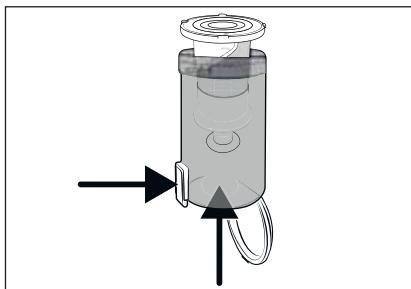

Fig. 20
- 3) Rimuovere il filtro in acciaio inox 6 dal contenitore di raccolta della polvere 7 premendo il tasto di sblocco per il coperchio del contenitore di raccolta della polvere 8. Estrarre, quindi, il filtro in acciaio inox 6 dal contenitore di raccolta della polvere 7 dal basso (vedere fig. 20).